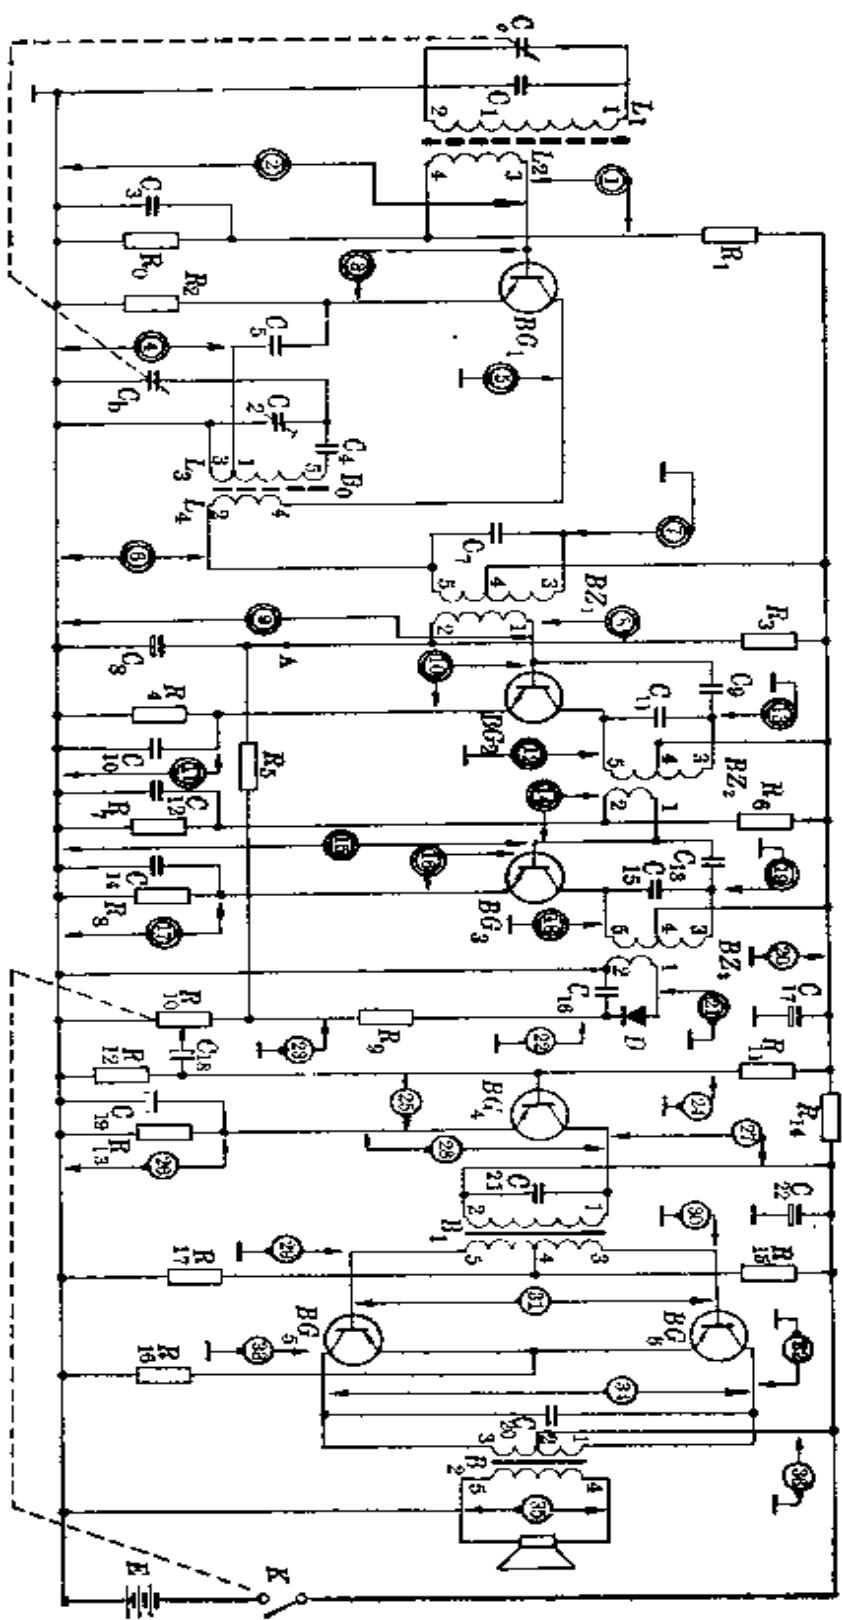

图 13-13
以前面介绍过的典型外差式六管晶体管收音机(图13-13)为例。图中①~⑩各点是用寻迹器进行测试的位置。本节末的附表供判断故障参考。表中还列出了可利用万用电表测出的某些直流回路故障,以“※”号标出。